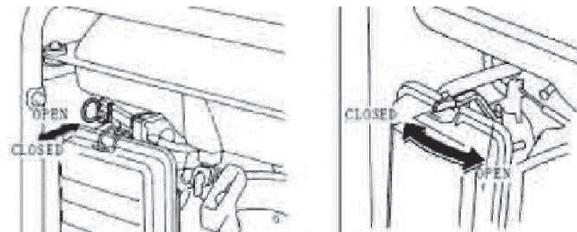

Рис. 4
- Переведите рычаг заслонки в положение (|) «Запуск» (только при холодном двигателе) (Рис. 4).